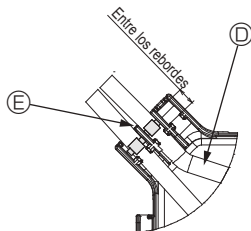

Fig. 4-6
**Cuando instale las cubiertas, compruebe que los cables no queden atrapados. Coloque la abrazadera que sujeta los cables de unión entre los rebordes de la caja de conexión, tal como se muestra en el diagrama. (Fig. 4-6)**